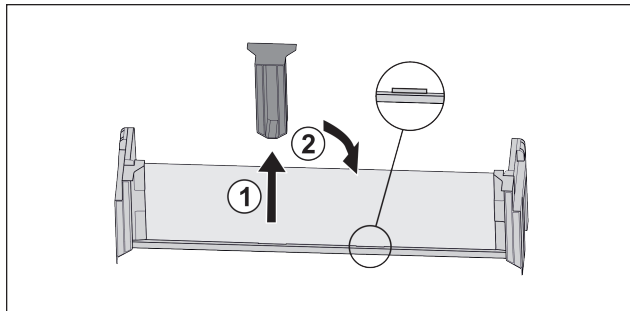

Fig. 92
- ▶ Extraire la pièce de retenue centrale Fig. 92 (1).
- ▶ Insérer la pièce de retenue centrale en deuxième position Fig. 92 (2).